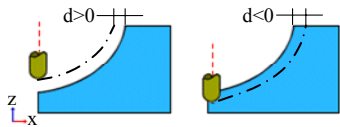

图 2-17 零件加工余量
- **【零件加工余量】**: 一般零件在粗加工时需要留加工余量。根据工件材料、刀具长度和材料、曲面公差等, 加工余量至少设定为曲面允差的 5 倍, 以避免行间或层间的过切发生。零件加工余量可设置为负值或者正值, 如图 2-17 所示。